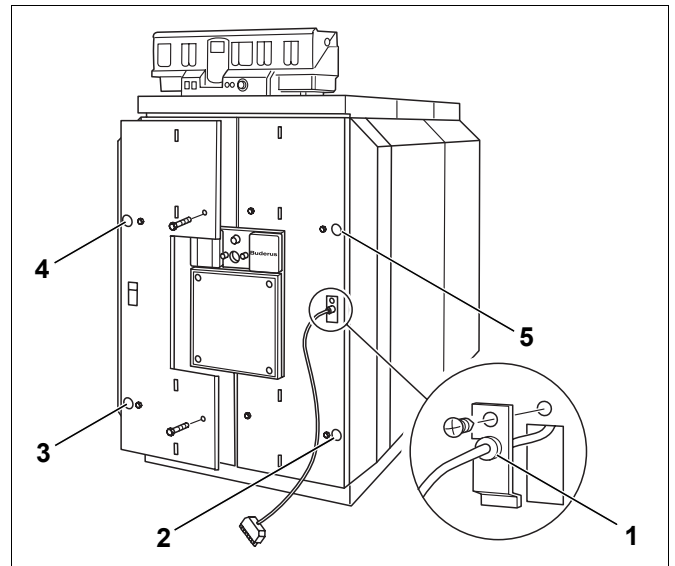

Fig. 57 Montaggio del rivestimento della porta del bruciatore
- ▶ Agganciare il cavo del bruciatore nel passaggio cavi col fermo antitrazione (fig. 57, [1]).
- ▶ Applicare il rivestimento della porta del bruciatore dal davanti sulla porta del bruciatore e avvitarlo con quattro bulloni (fig. 57, da [2] a [5]).